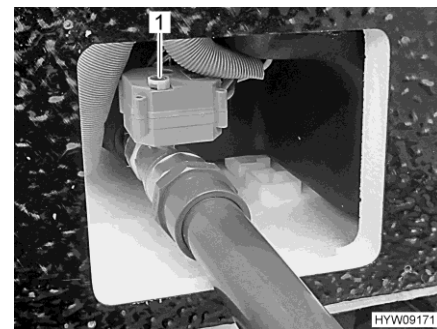

Fig. 164 Molette à réglage (robinet d'évacuation des eaux usées)
- Pour ouvrir le robinet d'évacuation des eaux usées, tirer la molette à réglage (Fig. 164,1) vers le haut et tourner jusqu'en butée dans le sens inverse des aiguilles d'une montre. Le sens de rotation (O pour ouvrir, S pour fermer) est indiqué sur la molette à réglage.
- Pour fermer le robinet d'évacuation des eaux usées, tirer la molette à réglage (Fig. 164,1) vers le haut et tourner jusqu'en butée dans le sens des aiguilles d'une montre.